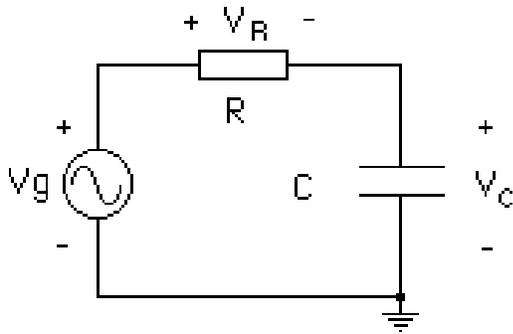

Figura 1
- 12.- En el circuito de la Figura 1, utilizando los valores indicados en el Pre-laboratorio para los componentes del circuito, realice la simulación TRANSIENT con SPICE para observar en una gráfica las formas de onda de  $V_g$  y  $V_C$  y en otra gráfica las formas de onda de  $V_C$  y  $V_R$ . Imprima los resultados o llévelos en un pen-drive para mostrarlos en el computador del laboratorio.
- 12.- Monte el circuito de la figura 1 con los componentes indicados en el Pre-laboratorio. Coloque la punta de prueba del osciloscopio en la salida del generador y realice los ajustes necesarios para obtener exactamente la señal indicada para este experimento.